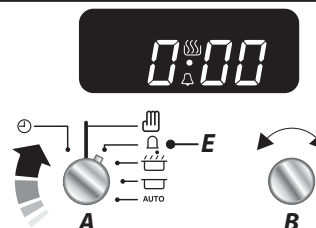

Fig.3.3
1. Tournez le bouton du Programmeur (A) sur la position de réglage de la Minuterie (E), un clic doit se faire entendre une fois la position atteinte (**Fig.3.3**).
2. Tournez le bouton de Réglage (B) pour définir la durée de cuisson souhaitée. L'écran affiche l'heure en cours, plus la durée de cuisson supplémentaire que vous avez définie (**Fig.3.3**).